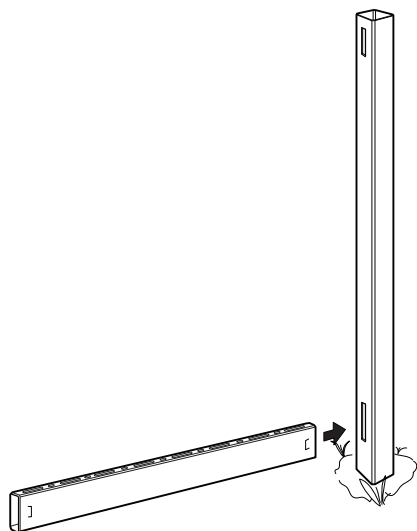

fig. 4
STEP 2 – Slide one rail into the bottom hole of the routed post with the picket slots facing upwards. (fig. 4).
ÉTAPE 2 – Glissez un rail dans le trou inférieur du poteau rainuré, les fentes des piquets étant orientées vers le haut. (fig. 4).